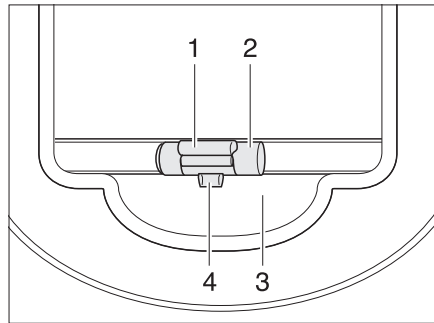

Fig. 26 Store occultant
- Tirer le store occultant vers le bas en le maintenant par la poignée (Fig. 26,2) et le faire s'enclencher.
- Tirer le store occultant vers le bas au niveau de la poignée (Fig. 26,2) et pousser la barre de déverrouillage (Fig. 26,1) vers l'extérieur. Le verrouillage (Fig. 26,4) se défait du logement (Fig. 26,3).